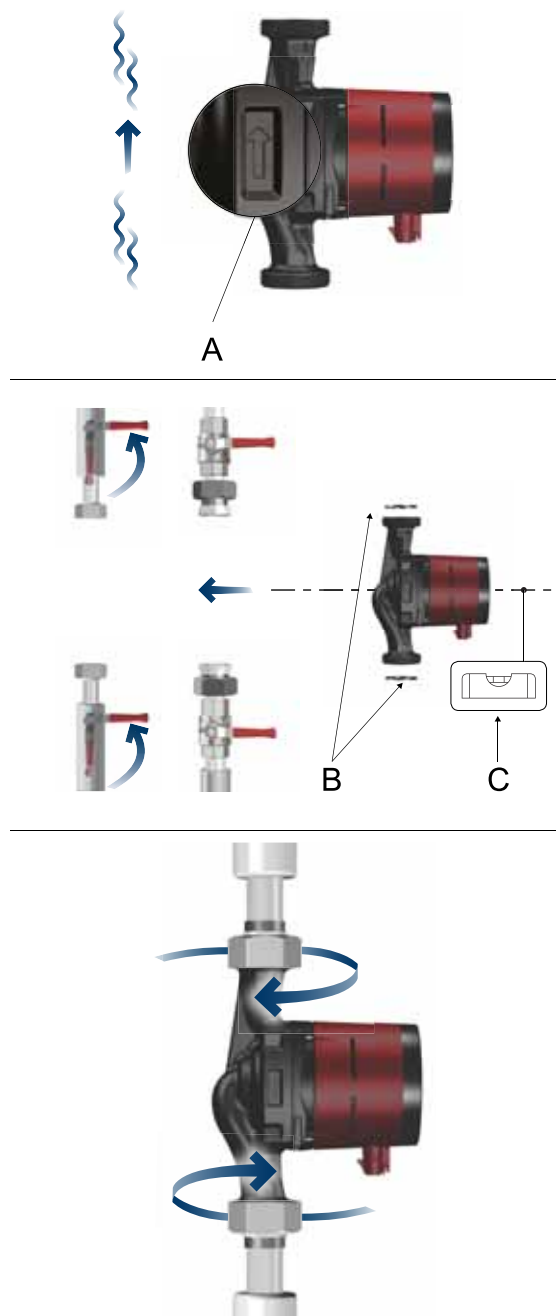

Рис. 1 Монтаж виробу
Стрілки на корпусі насоса вказують на напрямок руху потоку рідини через насос. Див. рис. 1 (А).
1. Установіть дві прокладки при встановленні насоса у трубопроводі. Див. рис. 1 (В).
2. Встановіть насос таким чином, щоб вал електродвигуна знаходився у горизонтальному положенні. Див. рис. 1 (С). Див. також розділ 3.3 Положення блока керування.